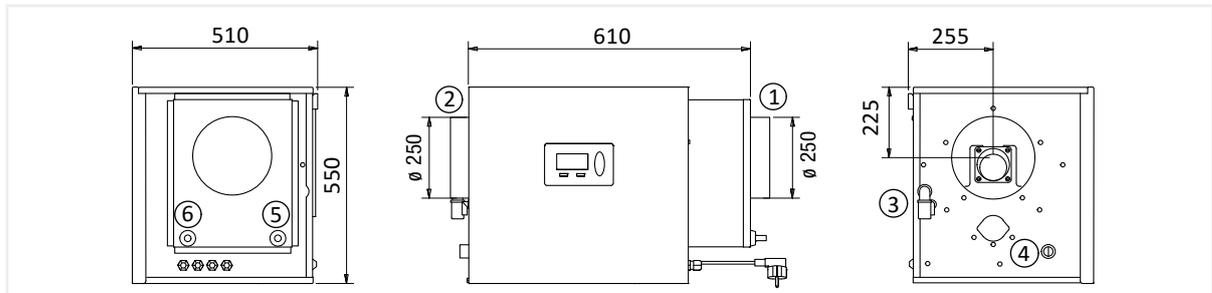

Abbildung 22: HUMO XC2 mit Wasserheizregister / Lufteintritt rechts
- **HUMO XC2 RW:** Lufteintritt rechts – mit Wasserheizregister (Abbildung 22 auf Seite 56)